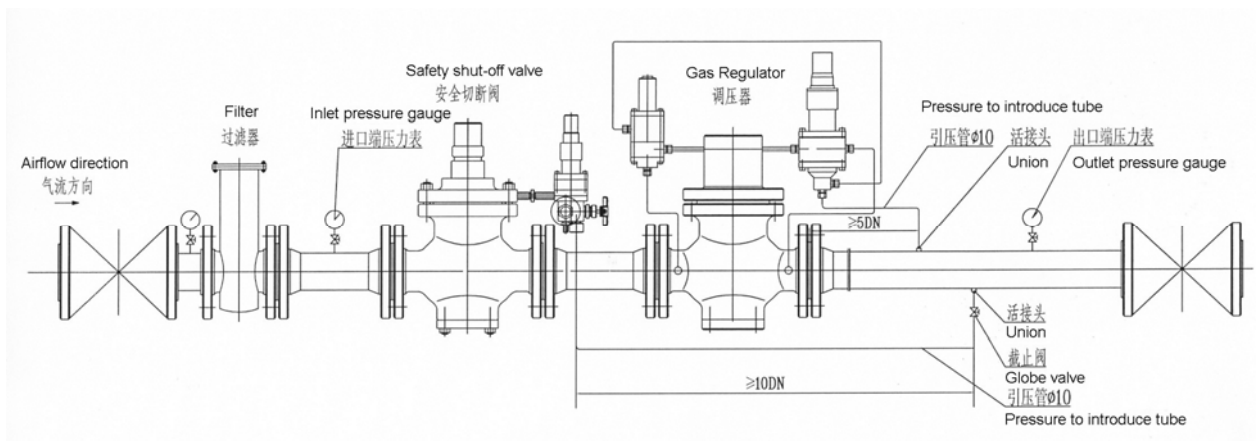
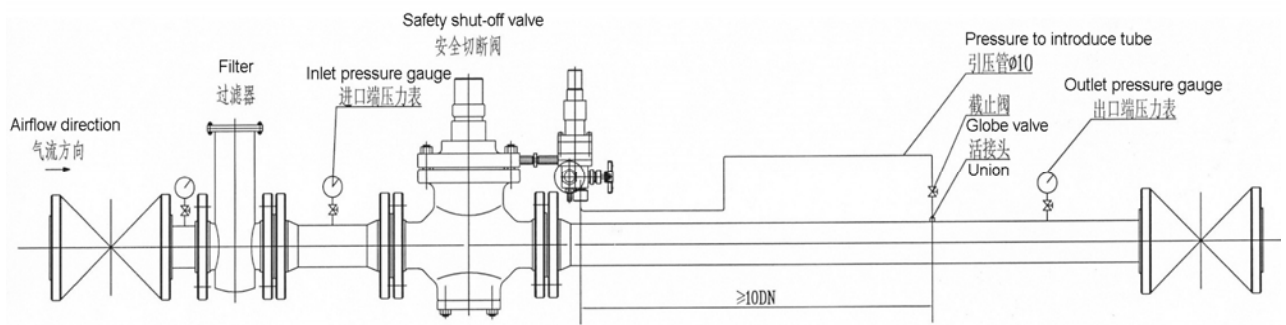

图 3 Figure 3
图 4 Figure 4
10.2 典型安装方式见图 3、图 4（供参考）
Typical installation methods are shown in Figure 3, Figure 4 (for reference)
10.2.1 一般常用于对气体压力调节器的工作情况进行监控（图 3）
Commonly used to monitor the working condition of gas pressure regulators (Figure 3)
10.2.2 对管线压力直接监控（图 4）
Direct monitoring of the pipeline pressure (Figure 4)